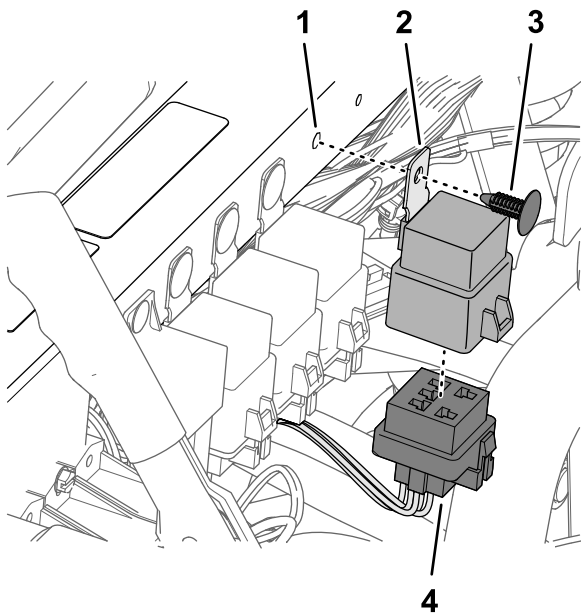

图187
1. 将继电器的5针接头接入套件线束上标有ASC 10启动继电器的5插槽接头上图187。
2. 将继电器安装片上的孔与减震支撑管中的孔对齐并用压入式紧固件将继电器固定到支撑管上 图187。